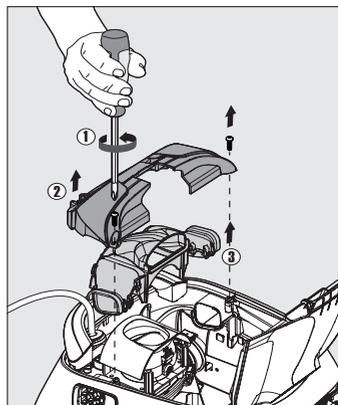

FIGURA 29
1. Usando un destornillador Phillips N.º 2, quite los dos tornillos que sostienen la cubierta intermedia y el ensamblaje del tubo colector. Estos tornillos se pueden encontrar en las esquinas internas de la cubierta intermedia. Ver **Figura 29**.
3. Jale suavemente la cubierta intermedia (Artículo N.º 2 en la **Figura 29**) para quitarla del limpiafondo y apártela.
4. Jale suavemente el ensamblaje del colector (Artículo N.º 3 en la **Figura 29**) para quitarlo del limpiafondo y apártelo.